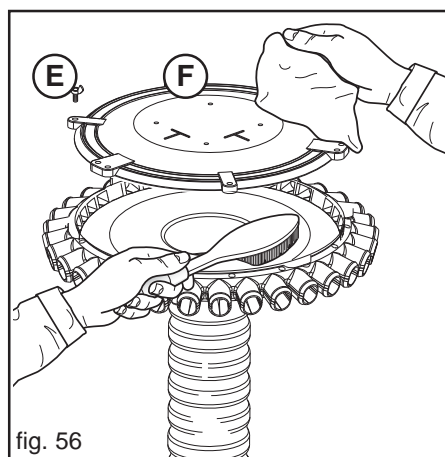
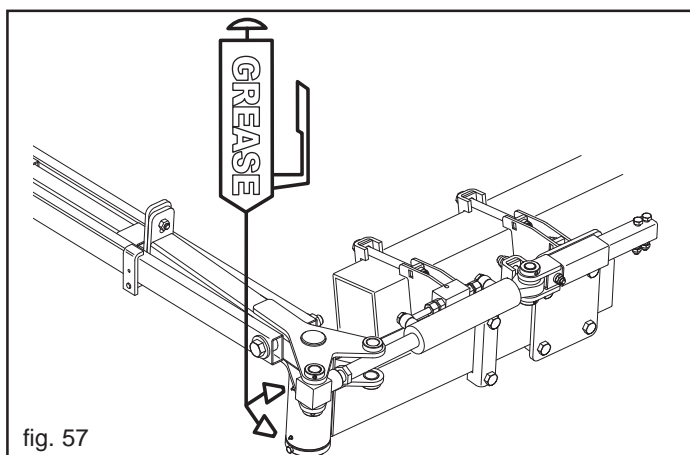

fig. 56
fig. 57
OGNI 50 ORE DI LAVORO	<ul style="list-style-type: none"> - Effettuare una completa ed accurata pulizia del corpo dosatore (vedi capitolo 3.4). - Effettuare una completa ed accurata pulizia della testa di distribuzione (Fig. 56): <ul style="list-style-type: none"> • Allentare e togliere i dadi ad alette (E); • Togliere il coperchio del distributore (F); • Pulire con una spazzola le parti in metallo e con un panno le parti di plastica; • Rimontare il coperchio e fissarlo con i dadi ad alette. - Ingrassare il perno del braccio segnafile (Fig. 57).